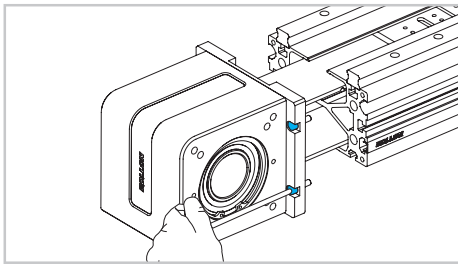

Fig. 15
- 16) Trennen Sie den Antriebskopf vom Profil, indem Sie die vier Schrauben lösen (Abb. 15).